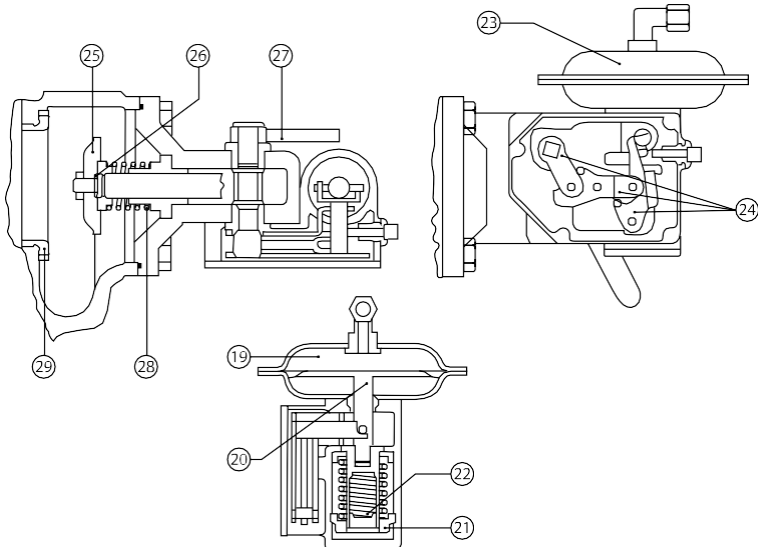

Рисунок 8. Скиданні 33К (тип 8600)
- 9.1.2.6 Якщо регулятор оснащений 33К типу 8600 (див. рис. 8):
1) Повільно повертайте рукоятку важеля скидання 33К (27) за годинниковою стрілкою до відкриття внутрішнього байпаса (26) (див. рис. 8) Ця операція дозволяє газу наповнити вихідну камеру (11) і камеру (19). Виконання даної операції можна контролювати за манометром (12).
2) Після того як тиск на виході регулятора стабілізується продовжуйте повертати рукоятку важеля скидання 33К (27) за годинниковою стрілкою до фіксації з керуючими важелями (24). У цьому положенні рукоятка фіксується.
9.1.2.6 Перевірте тиск газу по манометру (12). Тиск газу після регулятора має бути в межах, що відповідають встановленим діапазону регулювання регулятора.